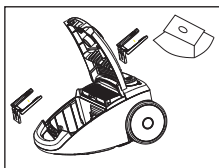

Abb. 14
3. Ziehen Sie den Staubbeutel aus dem Bodenstaubsauger (Abb. 14).